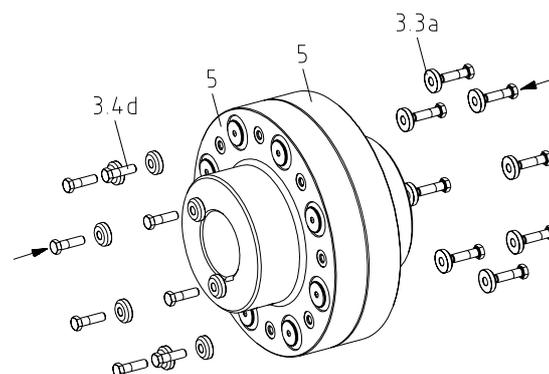

Figura 24
- Atornille los pasadores con los discos (componente 3.3a) y los tornillos de cabeza hexagonal (componente 3.4b) y apriete los hasta alcanzar los pares de apriete mencionados en la tabla 8 por medio de una llave dinamométrica (ver figura 24).